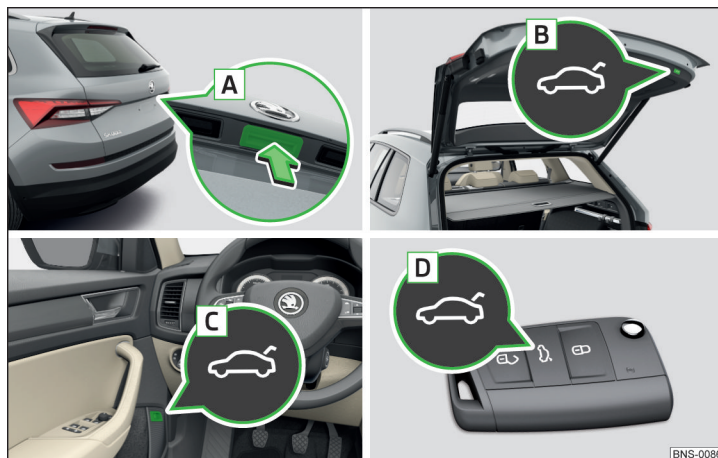

Fig. 61 Manejo de la tapa
- ▶ Presionando el tirador **A** » fig. 61.
- ▶ Presionando la tecla **B** » fig. 61.
- Se desactiva la tecla **A** » fig. 61 cuando se arranca o a partir de una velocidad de más de 5 km/h. Después de parar y abrir una puerta se volverá a activar la tecla.
- Mantener pulsada la tecla **B** » fig. 61 de la **pág. 72** hasta que suene una señal acústica.
| La tapa no reacciona a una señal de apertura               | Elimine el posible obstáculo (p. ej. nieve), vuelva a abrir la tapa » pág. 72Pulse el tirador A » fig. 61 de la pág. 72 y tire la tapa hacia arriba |